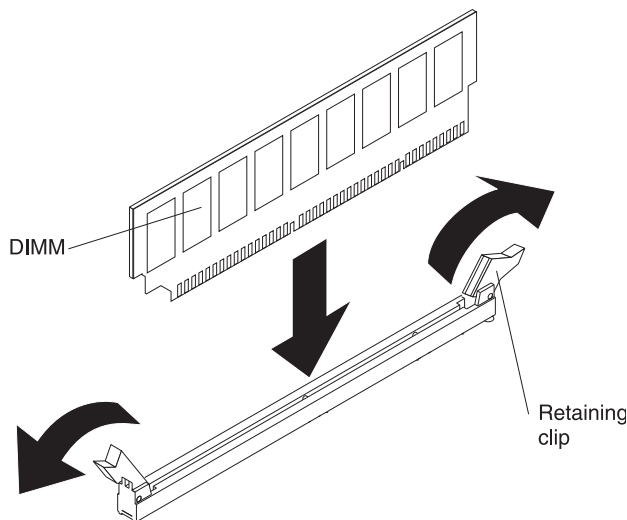

Figura 117. Instalando o DIMM
5. Insira o DIMM no conector alinhando as bordas do DIMM com os slots nas extremidades do conector DIMM, conforme mostrado na Figura 117. Pressione com firmeza o DIMM diretamente para baixo no conector, pressionando ambas as extremidades do DIMM ao mesmo tempo. Os cliques de retenção se encaixam na posição travada quando o DIMM é assentado firmemente no conector.